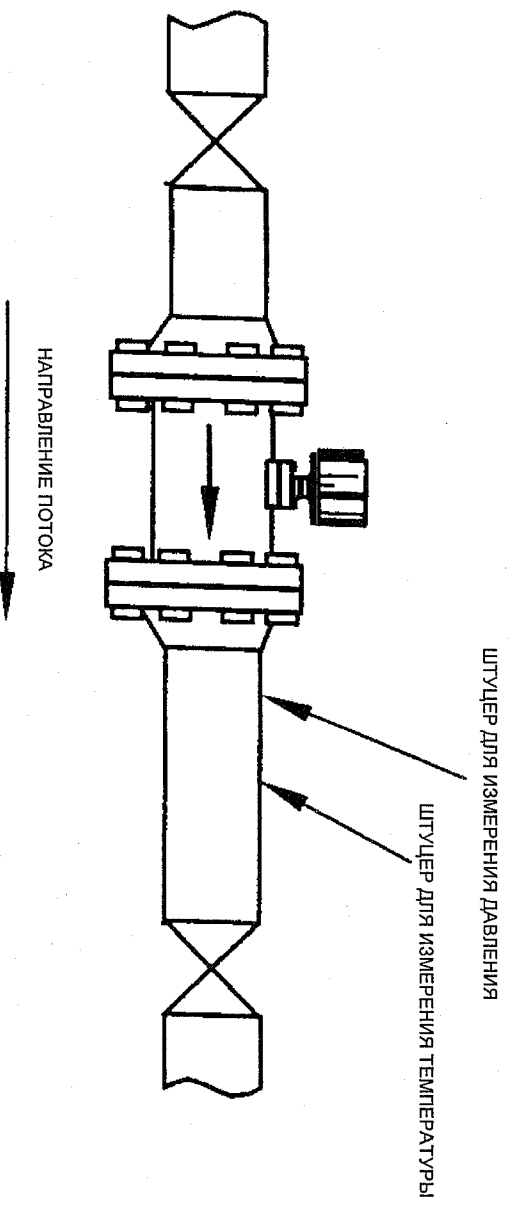

Рис. 5. Расположение штуцеров для измерения давления и температуры
**Штуцеры для измерения давления** – Для целей измерения плотности потока (в случае необходимости) соответствующий штуцер следует устанавливать на расстоянии 3,5...4,5 диаметра трубопровода после расходомера. См. рис. 5.
**Штуцеры для измерения температуры** – Для целей измерения температуры потока (в случае необходимости) соответствующий штуцер следует устанавливать на расстоянии 5...6 диаметров трубопровода после расходомера. Чтобы уменьшить возмущение потока рекомендуется использовать датчик температуры наименьшего возможного размера. См. рис. 5.